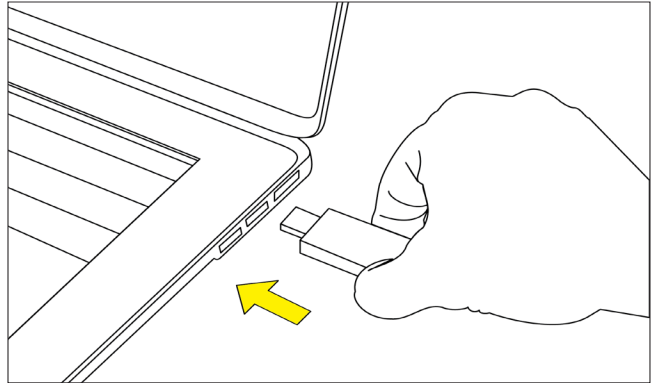

Figura 2. Conecte el transceptor USB en la computadora.
PASO 2. Instale el transceptor USB. Se debe de instalar en la computadora un transceptor USB (versión del firmware 1.6 o 2.0) para comunicarse con el reconectador TripSaver II. (Se requiere un transceptor USB con firmware versión 2.0 para comunicarse con los Reconectores Montados en Cortacircuitos TripSaver II con firmware versión 2.0 o posterior). Inserte el transceptor USB en cualquier puerto USB de la computadora. Vea la Figura 2. El proceso de instalación es automático.